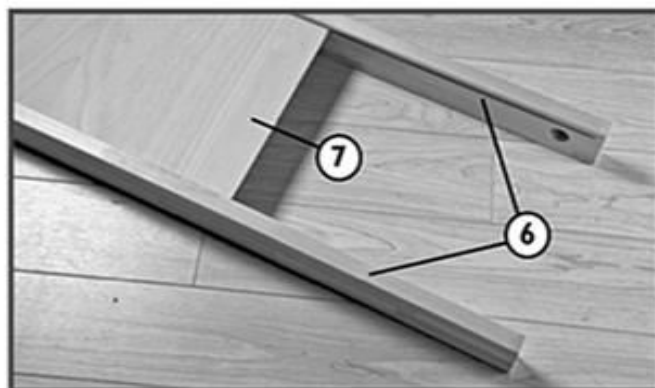

Fig. 2
2. Montaż półki: Włóż półkę (nr 7) w rowek łączników (nr 6) zgodnie z rys. 2. **WSKAZÓWKA:** półkę płytką, jeśli rowki są skierowane do góry. Głęboka półka w przypadku rowków skierowanych w dół.